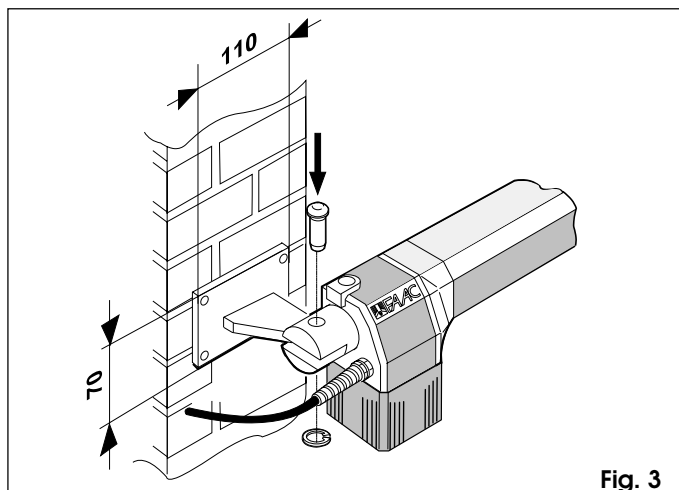

Fig. 3
Nel caso di pilastro in muratura, incassare opportunamente una piastra a murare (fig. 3). Saldare quindi accuratamente l'attacco sulla piastra.
- 2) Fissare l'operatore all'attacco posteriore tramite la viteria in dotazione (fig. 3).
Attenzione: Gli operatori forniti nel kit sono in versione destra e sinistra. Per una corretta installazione l'operatore deve essere posizionato come da fig. 3.